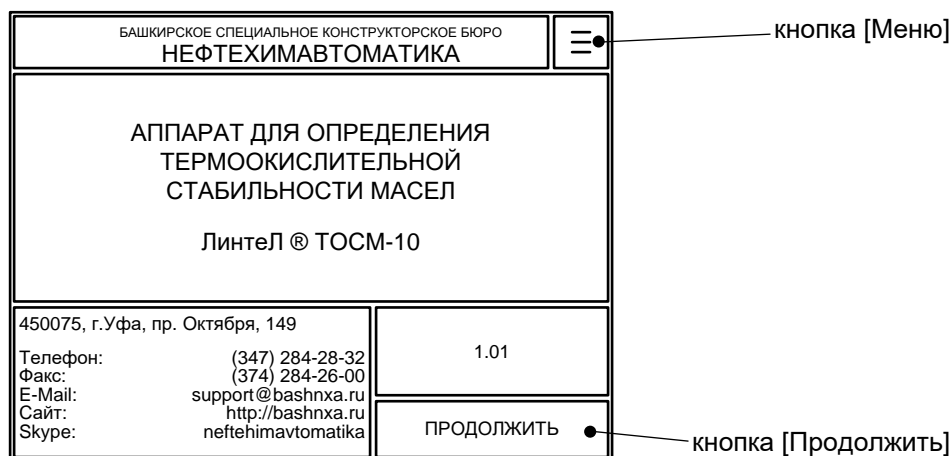

Рисунок 3 – Окно загрузки
3.3.2 После включения аппарата, на дисплее появляется окно загрузки (рисунок 3).